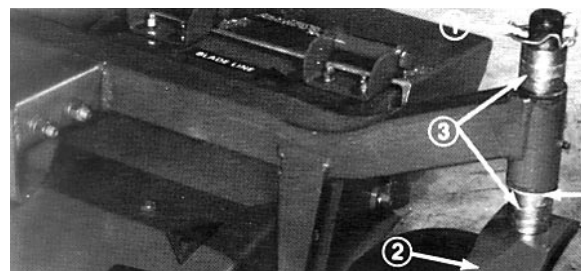

Fig. 2
2. Comprimere la parte posteriore del filo e fare girare il filo sull'acciarino. Estrarre l'acciarino dal fusello della ruota orientabile, inserire i distanziali sul fusello fino ad ottenere l'altezza di taglio richiesta (Fig. 2 e 3), infine inserire la rondella sul fusello.
3. Spingere il fusello della ruota orientabile attraverso il braccio ed infilare sul fusello i distanziali rimasti (Fig. 2 e 3). Montare l'acciarino per tenere a posto i pezzi.